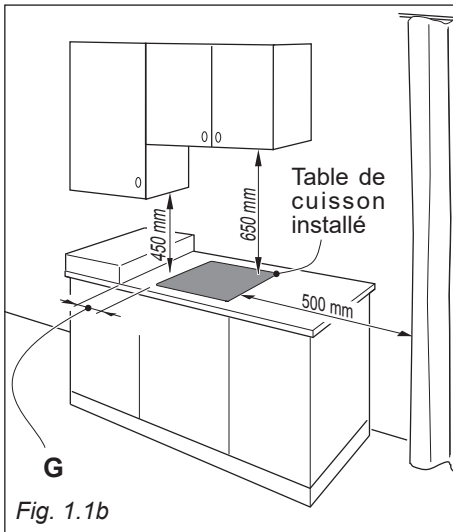

Fig. 1.1b
- S'il y a un élément mural (ou une hotte) au-dessus de la table de cuisson, veiller à ce que la distance entre cet élément (ou cette hotte) et la grille de la table soit d'au moins 650 mm (voir fig. 1.1b).